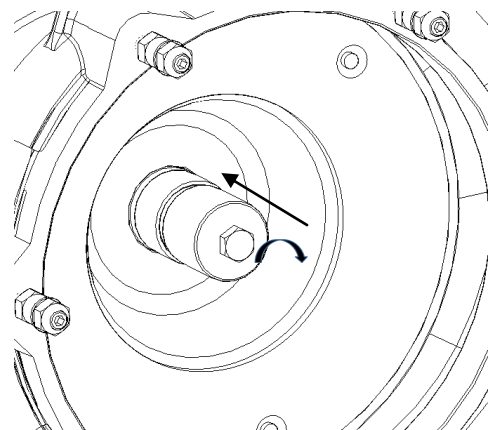

Abbildung 23: Funktionslänge mit Montagehülse einstellen
- Jetzt wird die Schraubhülse auf das Wellenende aufgesetzt und mit einer M10x25 Sechskantschraube die Hülse bis zum Ansatz festgeschraubt. (Hiermit wird die Funktionslänge der Gleitringdichtung eingestellt. Dies ist für eine einwandfreie Funktion der Gleitringdichtung unerlässlich (Abbildung 23).